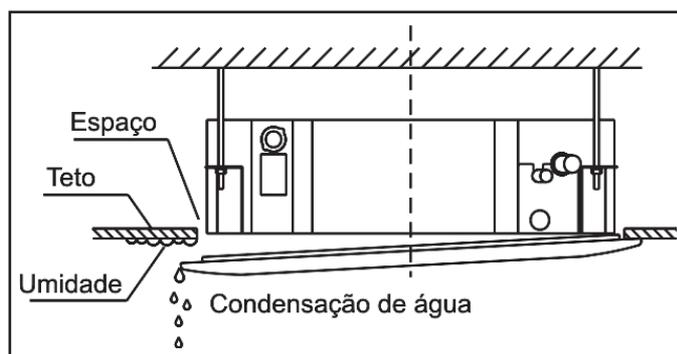

FIGURA 26
- i) O mau funcionamento, tal como presença de umidade, descrito na Figura 26 pode ser causado pelo aperto inadequado dos parafusos.